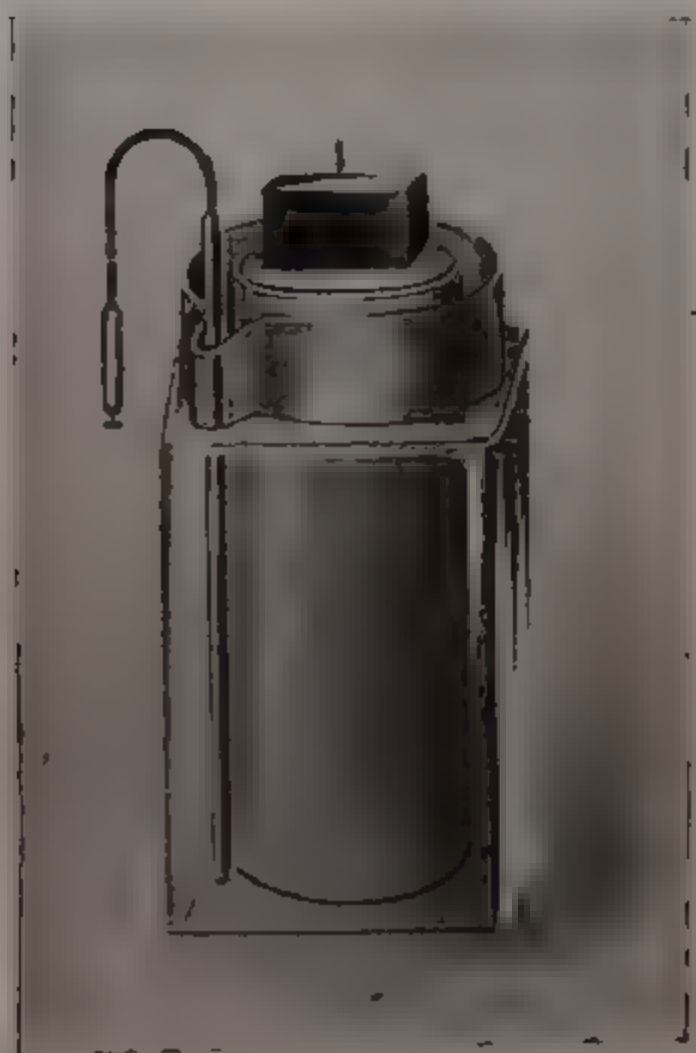

Fig. 221. — Pila di Leclanché. (Off. Galileo).
b) *Pila a sacchetto o di Leclanché*. Quando si vogliono pile leggere maneggiabili senza pericolo ma ci si contenta di deboli correnti, servono le pile sistema Leclanché (fig. 221). Nelle pile tascabili per lampadine elettriche da 4 volt, tre di queste pile sono riunite in serie. La loro f. e. m. è in media di volt 1,4 per elemento. In esse lo zinco costituisce il recipiente esterno; l'eccitazione è data non da un acido liquido, ma da una pasta umida contenente cloruro d'ammonio. Il polo positivo è un bastoncino di carbone di storta (carbone duro, sonoro e conduttore dell'elettricità che si produce nei recipienti di distillazione del carbon fossile per la fabbricazione del gas illuminante) circondato da un impasto di polvere di carbone e di biossido di manganese, che assorbe e scioglie l'idrogeno e l'ammoniaca che si formano. La pila tende a polarizzarsi, ma, lasciata in riposo, si rigenera. Bisogna dunque usarla ad intermittenza ed interrompere il consumo di corrente quando le lampadine da 4 volt si arrossano.